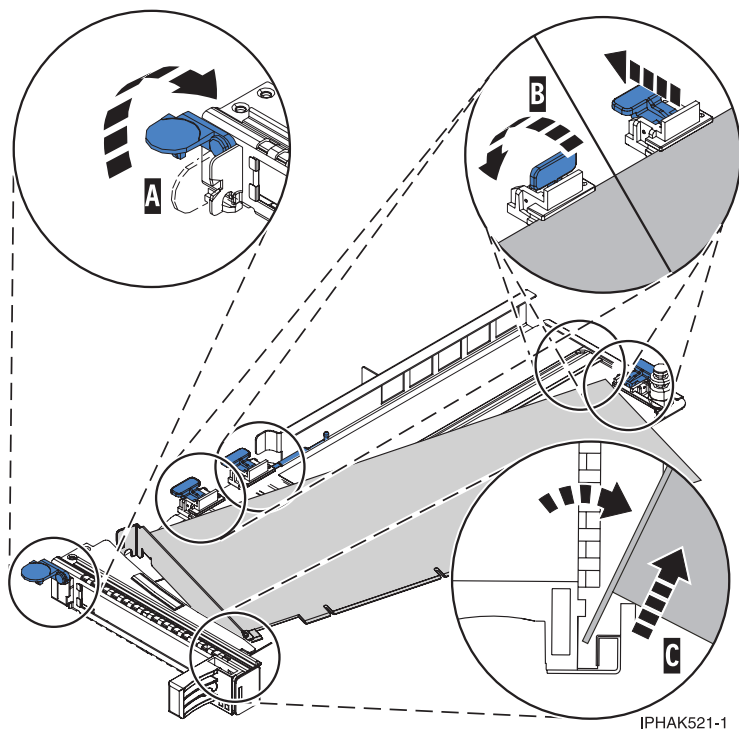

Figure 82. Retrait de la carte de la cassette de cartes PCI
- a. Déverrouillez les crochets de retenue de la carte en faisant tourner l'étrier de retenue (A) pour le mettre en position horizontale. Voir figure 82, à la page 94.
- b. Poussez les crochets de retenue (B) hors de la carte.
- c. Déverrouillez le levier de blocage de contre-poupée de la carte (C).